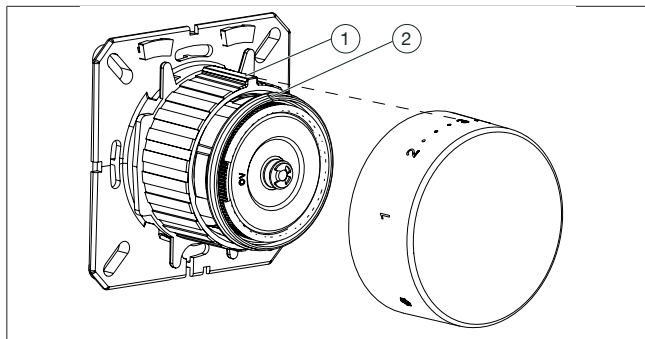

Abb. 2: Handrad aufsetzen
3. Drehen Sie die Fühlereinheit so weit heraus, bis die rote Justiermarkierung auf dem Fühler mit dem Anschlagsteg (siehe Abb. 2 auf Seite 10) auf einer Ebene liegt.
4. Setzen Sie das Handrad wieder auf. Die Ziffer 3 muss mit dem Anschlagsteg auf einer Ebene liegen (siehe Abb. 2 auf Seite 10).